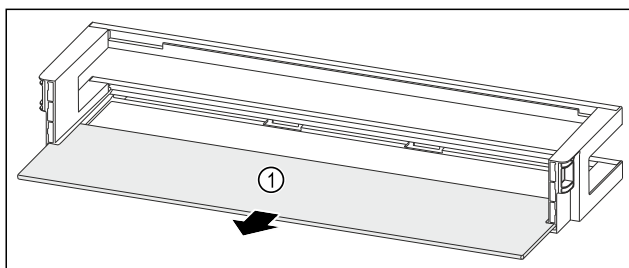

Fig. 197 Dveřní přihrádka s odkládací plochou
- Odkládací plochu Fig. 197 (1) odeberte.